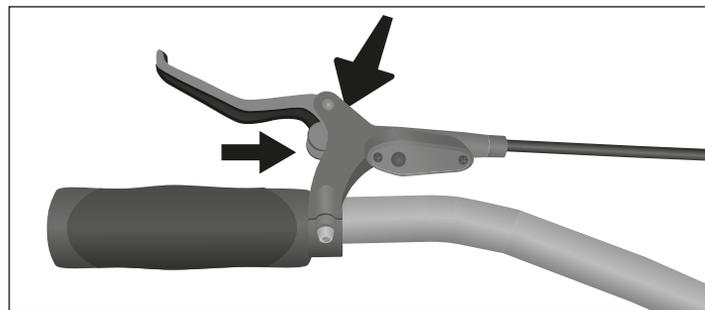

Abb.: E-3 Mögliche Positionen der Einstellung am Bremshebel der hydraulischen Scheibenbremse.
- Um den Abstand des Bremshebels zum Griff zu vergrößern, drehen Sie die Einstellschraube für die Griffweite im Uhrzeigersinn (siehe *Abb.: E-3*).